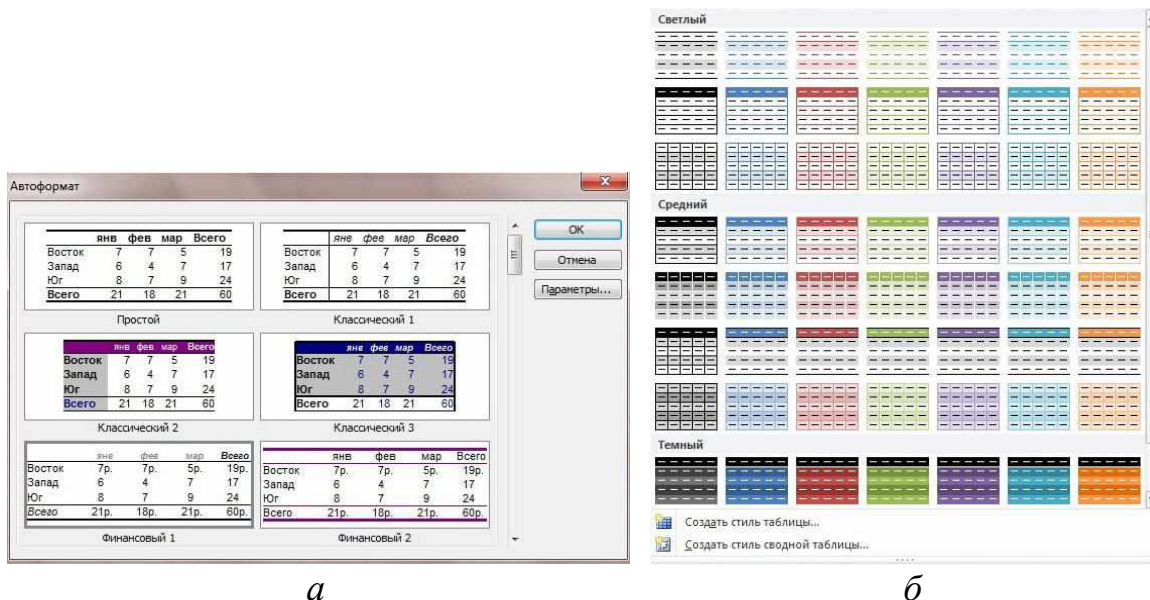

Рисунок 2.5 – Диалоговое окно автоформатирования; *а* – для Office-2003, *б* – для Office-2010
6. Для представления таблицы в более наглядном виде необходимо её отформатировать. Можно наложить на всю таблицу один из стандартных форматов, заложенных в программе. Для автоформатирования нужно выделить всю таблицу, выбрать **ФОРМАТ**→ **АВТОФОРМАТ** (для Office-2003) или **ФОРМАТИРОВАТЬ КАК ТАБЛИЦУ** (для Office-2010), в диалоговом окне (рисунок 2.5) выбрать желаемое форматирование.